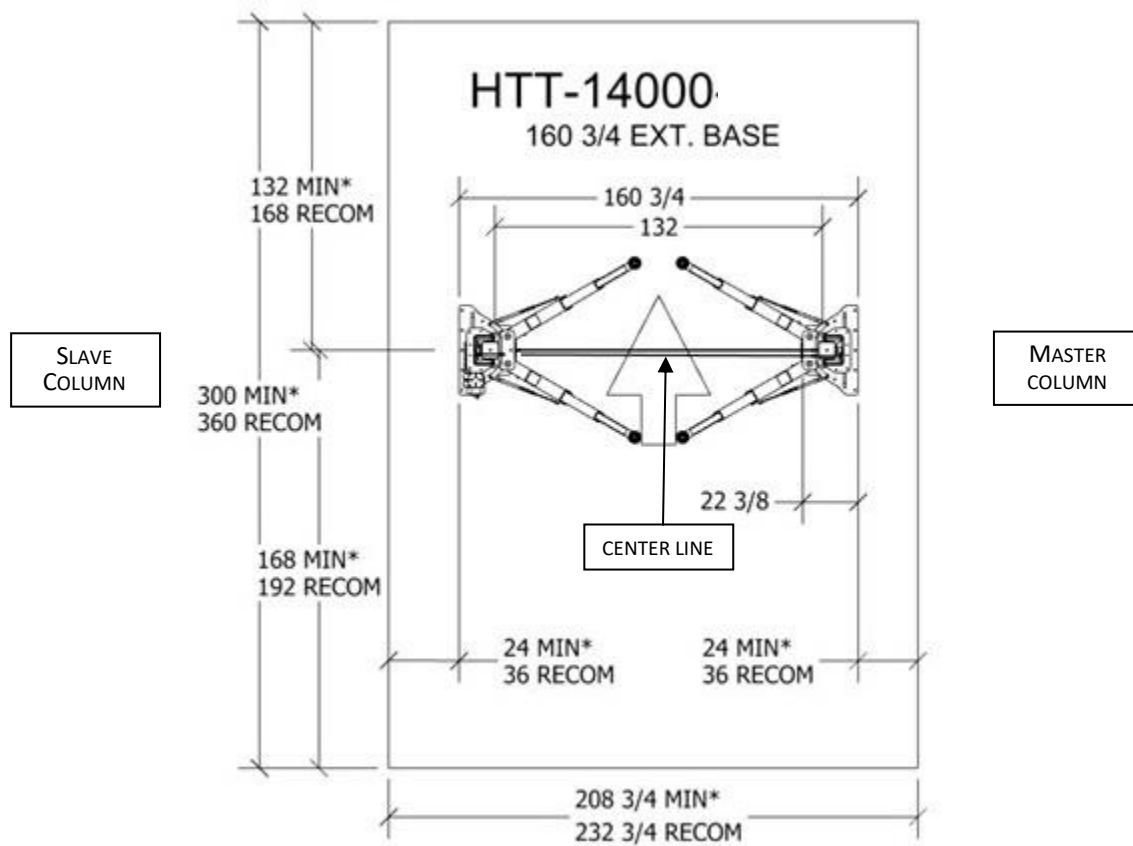

FIGURE 5 : MINIMUM AND RECOMMENDED BAY DIMENSIONS*
- 2. LOCATION OF THE GIROLIFT :** ACCORDING TO THE RECOMMENDED MEASURES OF **FIGURE 5**, MARK ON THE FLOOR THE GIROLIFT INSTALLATION SITE AND THE CENTER LINE.